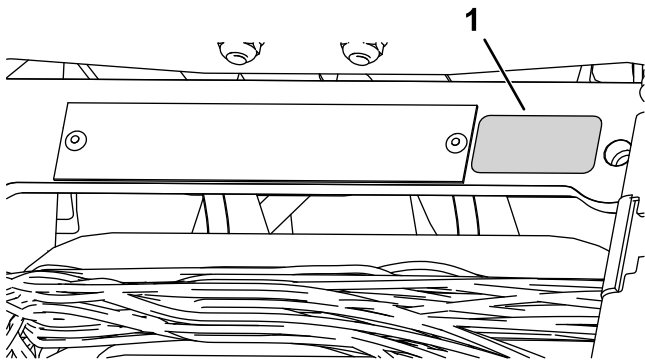

Figura 14
- Appliquez l'autocollant de l'année de production près de la plaque du numéro de série (Figura 14).